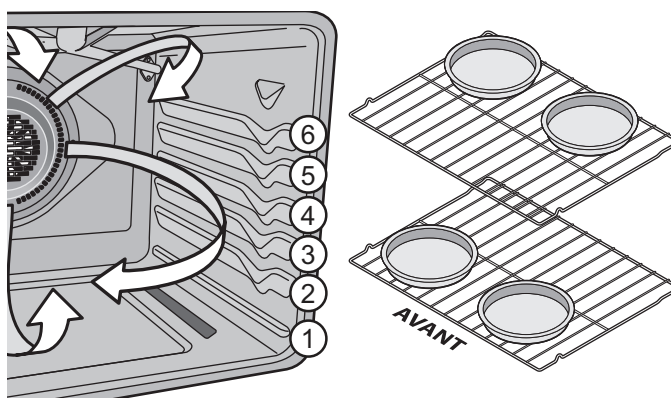

Figure 18 : Emplacement des grilles et des plats de cuisson
- Pour cuire sur deux grilles voir à les placer en position 3 et 5 et disposer les plats comme indiqué dans Figure 18.